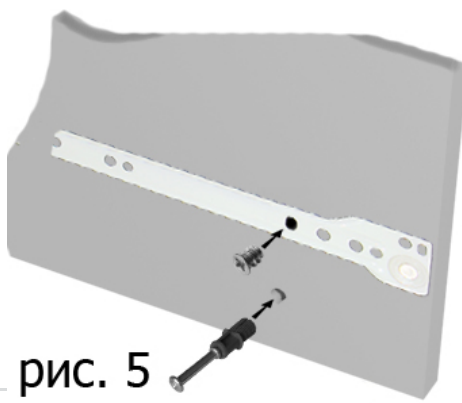
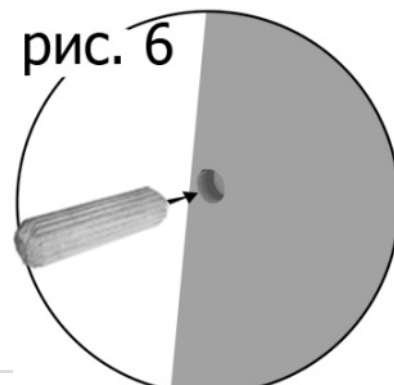

рис. 5
рис. 6
2. Соберите шток центрального замка, как показано на рисунке 3 (1 упор-23 мм., клипса крепления штока, 2 упор-183 мм., клипса крепления штока, 3 упор-343 мм.) Шурупами 3x12 по нанесенной разметке прикрепите шток центрального замка к правому боку тумбы 2. Крепежными винтами 5x10 к бокам 1 и 2 присоедините ответные планки роликовых направляющих. В глухие отверстия диаметром 15 мм. боков 1, 2 и горизонтов 4 вставьте эксцентрики. В горизонтальные глухие отверстия диаметром 8 мм. на боках 1 и 2 вставьте втулки эксцентриковых стяжек (рис. 5), в вертикальные глухие отверстия диаметром 8 мм. аккуратно вбейте шканты (рис. 6).